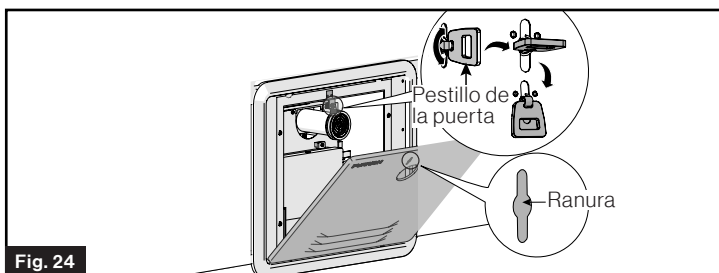

Fig. 24
7. Alinear el pestillo en la brida con la ranura en la puerta, a continuación, empuje la puerta y gire el pestillo para bloquear la puerta en su lugar. (Fig. 24)
- Paso ①: Tire y gire la palanca 90° para bloquear el pestillo.
- Paso ②: Baje el pestillo plegable para bloquear el conjunto de puerta.